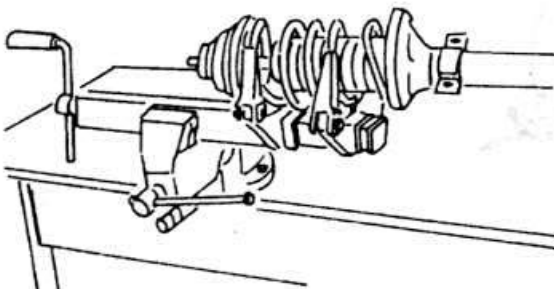

Рис. 4.13
- ◆ Закрепите в тисках приспособление для сжатия пружин MS - 1516 и установите как показано на рис. 4.13 колонну подвески с пружиной.